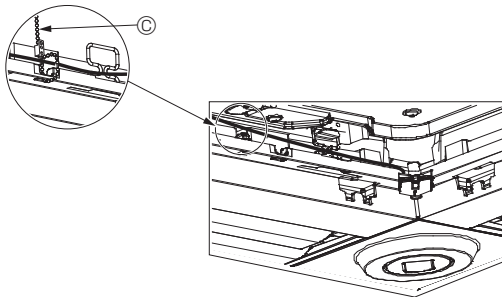

Fig. 10-12
- Fixez les fils du capteur i-See et du récepteur de signal au panneau à l'aide des fixations, comme indiqué sur le schéma, de sorte qu'il n'y ait pas de mou au niveau des fils, puis coupez le fil qui dépasse aux extrémités de la fixation. (Fig. 10-12)
- Si la position du capteur i-See a été permutée de la position "○" (E) à la position "□" (F), changez le réglage des fonctions. (Voir page 54.)